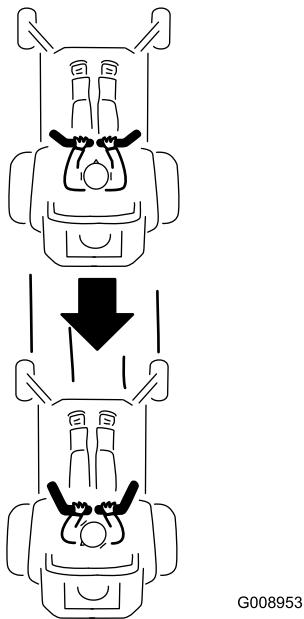

Figura 35
2. Para ir hacia atrás, tire lentamente de las palancas de control de movimiento hacia atrás (Figura 35).